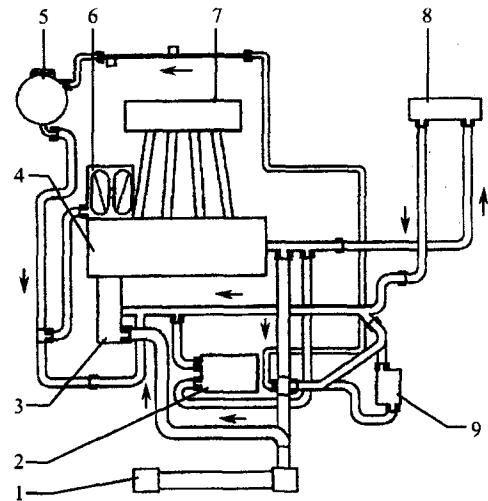

图 1-12 冷却液软管连接图(AGU)
(1) 发动机代码 AGU、AQA、ARZ 见图 1-12。